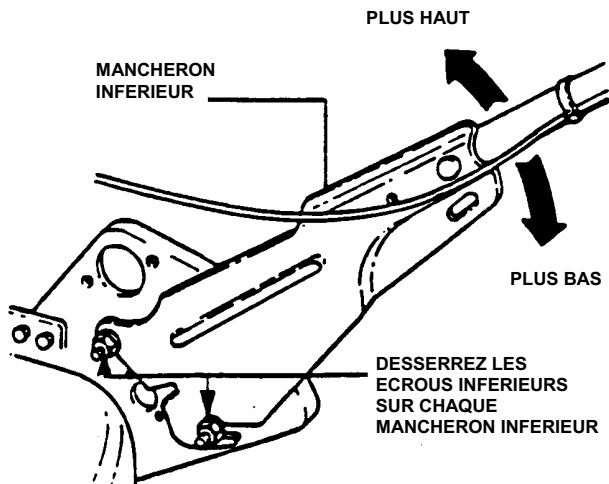

FIGURE 2.7
1. Desserrez les écrous inférieurs au niveau des deux mancherons inférieurs, comme indiqué sur la figure 2.7.